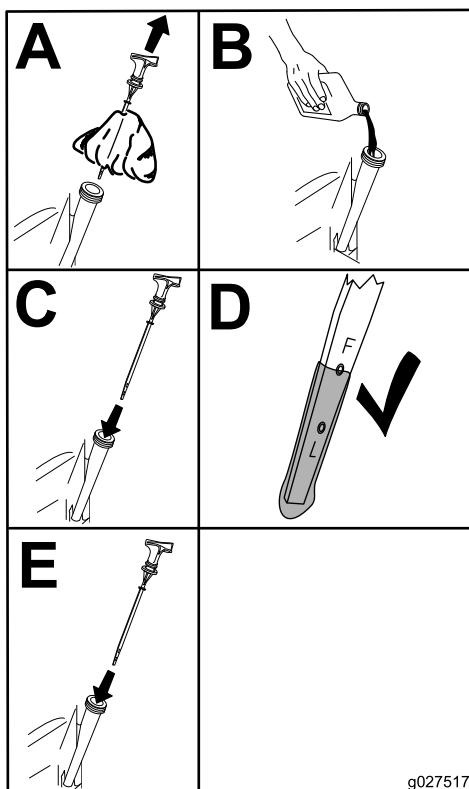

Figure 30
5. Versez avec précaution environ 80 % de la quantité d'huile spécifiée dans le goulot de remplissage (Figure 30).